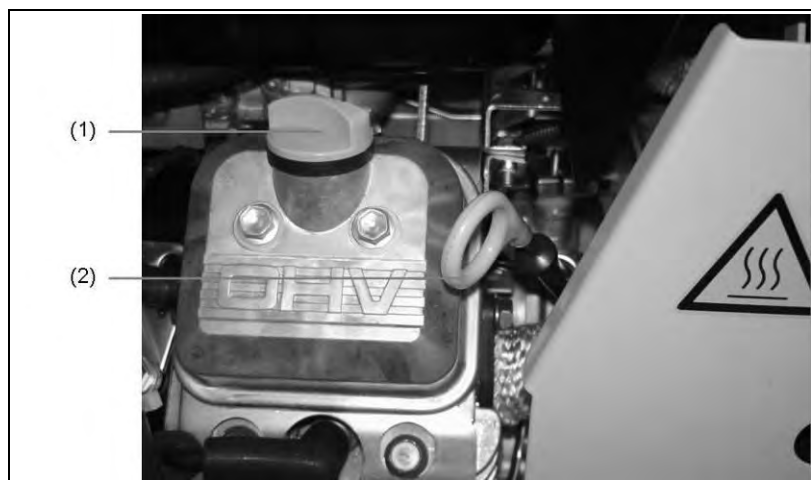

Abb. 6-2: Ölmesstab
1. Ölmesstab (Abb. 6-2-(2)) herausziehen und mit sauberen Tuch abwischen.
1. Verschlusschraube Öl (Abb. 6-2-(1)) herausdrehen. Zur leichteren Befüllung den Ölmesstab (Abb. 6-2-(2)) herausziehen.
1. Öleinfüllschraube (Abb. 6-2-(1)) herausdrehen.